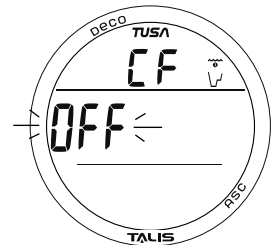

Abb. 41 - KONSERVATIVFAKTOR EINSTELLEN
**KONSERVATIVFAKTOR EINSTELLEN**, Informationen beinhalten (Abb. 41):